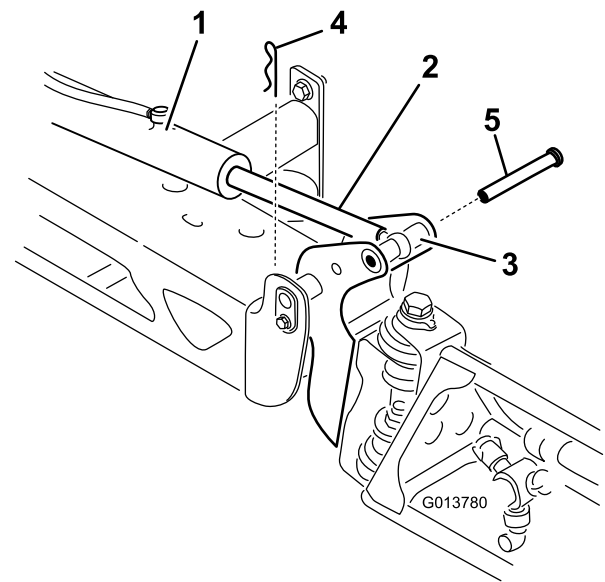

Figure 37
2. Retirez la goupille fendue de l'axe de pivotement (Figure 37).
3. Soulevez la rampe et déposez l'axe (Figure 37). Abaissez lentement la rampe au sol.
7. Tout en maintenant la rampe, insérez l'axe dans le pivot de rampe et la tige de vérin (Figure 37).